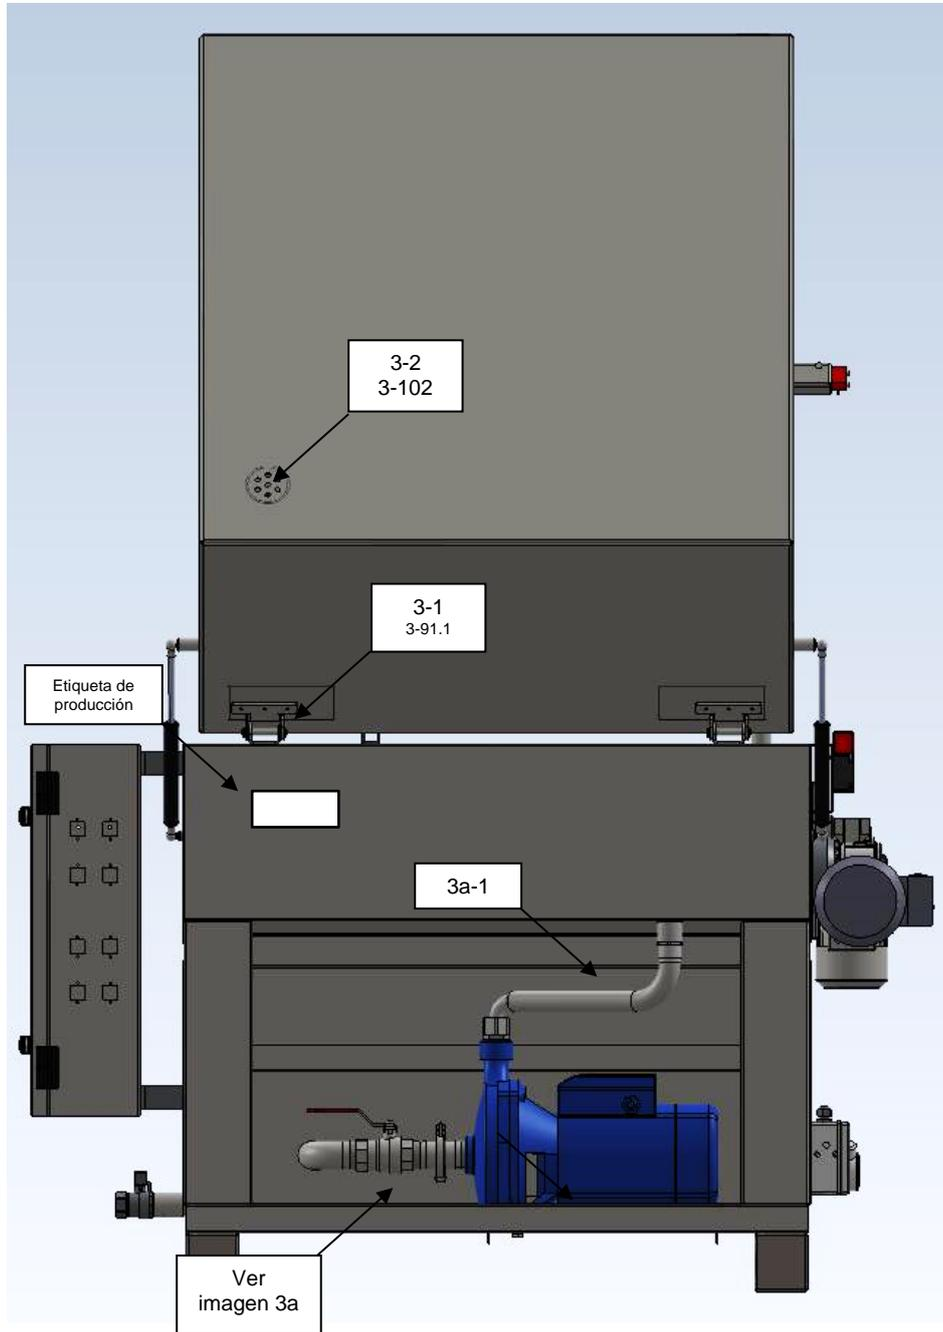

Imagen 3. Vista de la parte trasera
La tapa está articulada sobre dos bisagras (pos. 3-1) (ver la imagen 3) lo que le permite moverse libremente. Ambas bisagras están aseguradas contra la extracción de la malla por medio de arandelas de seguridad (pos. 3-92.1).
El líquido se mueve en dos circuitos (ver la imagen 3, 3a):
- Realizar una comprobación general de la integridad de las partes de la máquina descritas en el apartado 2, incluida la placa de identificación del fabricante (ver la imagen 3).